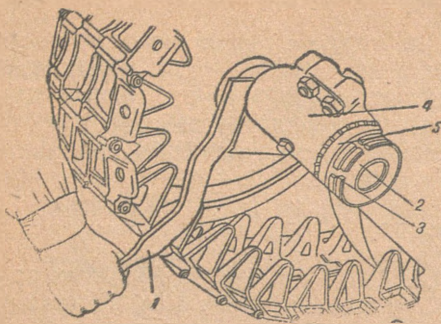

Рис. 115. Поворот кривошипа ленивца при натяжении гусениц:
4. Провернуть ведущее колесо по ходу назад настолько, чтобы выбрать излишнее провисание гусеницы перед передним опорным катком, затем отвернуть ключом 1 (рис. 115) гайку 2 и контргайку 3 на кривошипе, вставить рычаг ключа в скобу кривошипа и, повертывая кривошип вместе с направляющим колесом, подтянуть гусеницу.